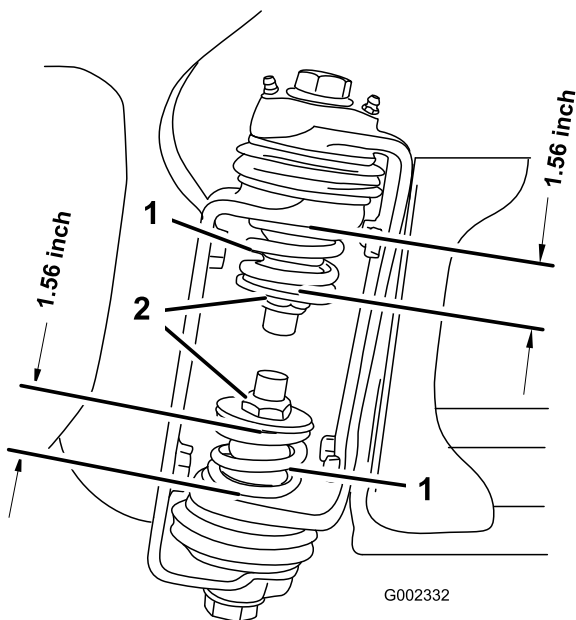

Figure 49
3. Au niveau de la charnière de rampe, mesurez la compression des ressorts supérieur et inférieur quand les rampes sont déployées (Figure 49).